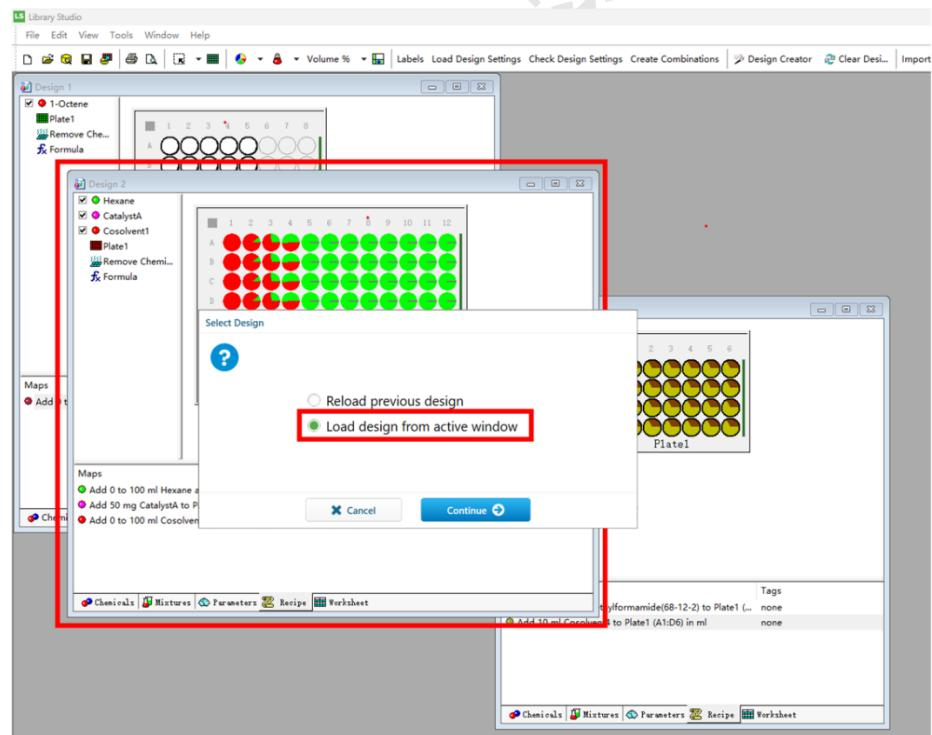

图 6-2-10
- 5) 进入 **Design Creator**: 确认无误后, 点击上方 Toolbar 中的 **Design Creator** 按钮, 会跳出“Select Design”窗口 (图 6-2-10), 选择“Load design from active window”进入下一步操作。若此时 Library Studio 软件中有多个 Design 窗口打开, 请务必确认接下来要使用编辑的窗口被选中并在最上层, 或者处于最大化状态 (如图 6-2-10 中的 Design 2), 再点击 **Design Creator** 按钮。